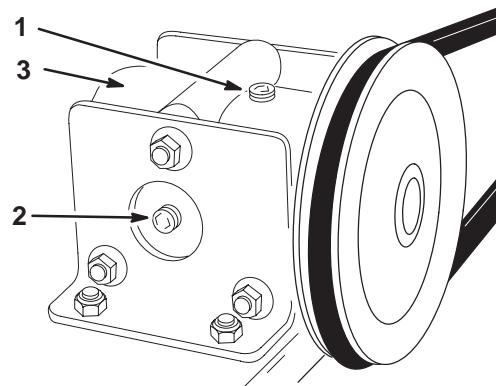

**Bild 25**
2. Lockern Sie die Befestigungsteile, mit denen die linken und rechten mittleren Schneidwerkabdeckungen abgesichert werden und entfernen die beiden, mittleren Abdeckungen (Bild 25).
6. Bringen Sie die beiden mittleren Schneidwerkabdeckungen mit den Befestigungsteilen an (Bild 25).